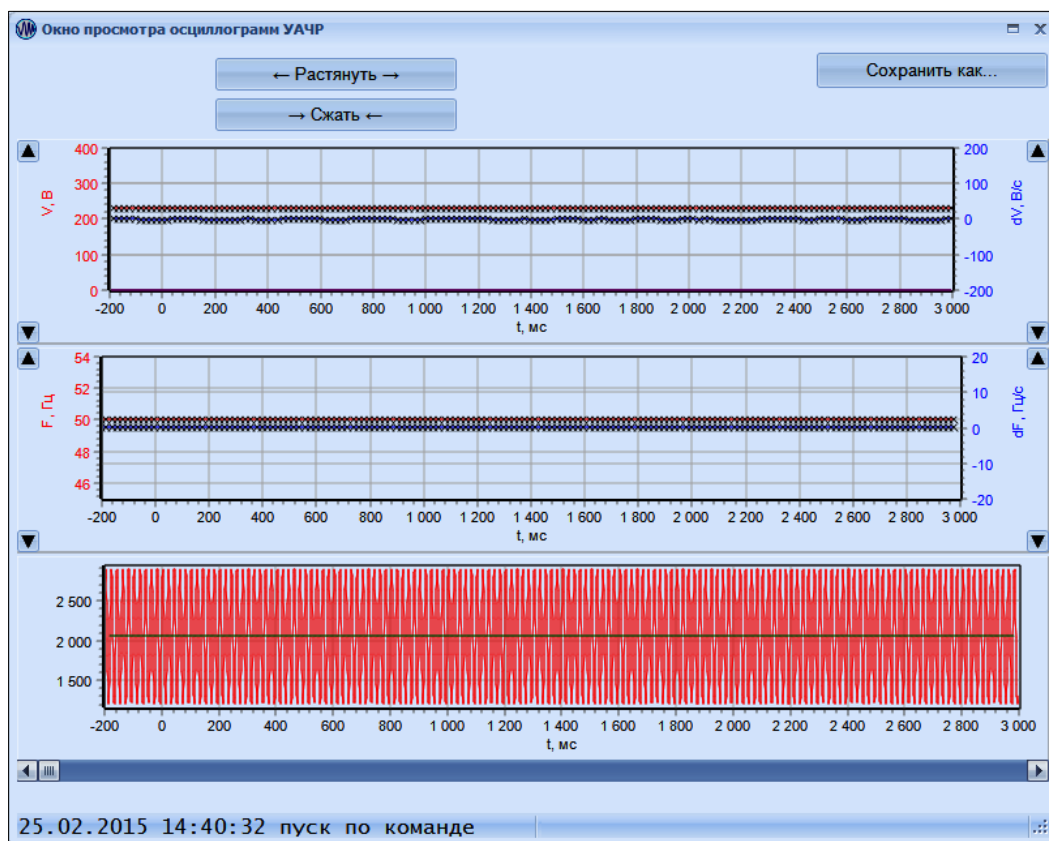

Рисунок 10 – Окно просмотра осциллограммы
5.3.8.2 Для просмотра записанной в УАЧР осциллограммы следует нажать на кнопку с названием нужной осциллограммы – она откроется в новом окне (рисунок 10).